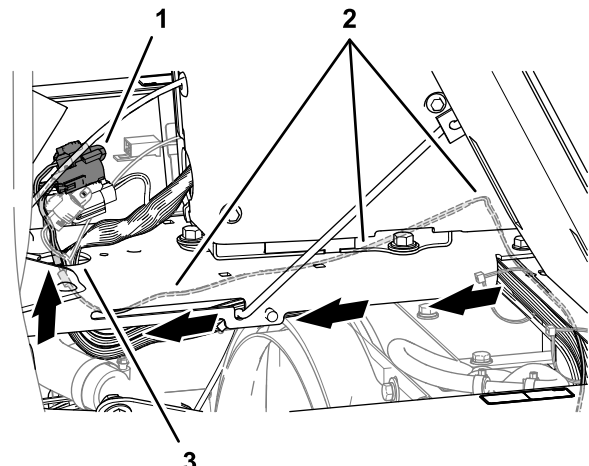

Figure 39
7. Acheminez le faisceau de bus ISO-CAN sous la base de la console et le long du faisceau de la machine (Figure 39).
8. Faites passer le connecteur à 3 broches (étiqueté To TORO CANBUS) et le connecteur à 3 douilles (étiqueté CAN PORT A) du faisceau de bus ISO-CAN par le trou dans la base de la console (Figure 39).